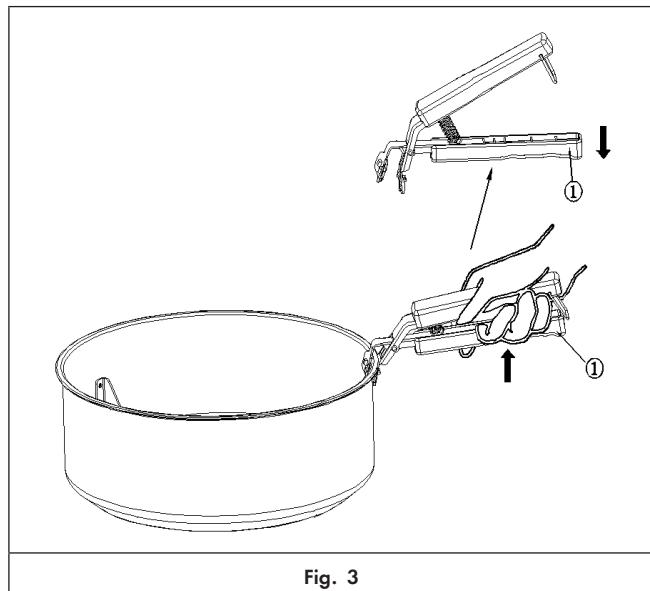

Fig. 3
3. Sollevare la parte inferiore della maniglia (1) e non rilasciarla. Assicurarsi che il manico sia saldamente fissato alla pentola. Ora è possibile sollevare il vaso (Fig. 3).
4. Se si desidera rimuovere il manico dalla pentola, rilasciare la pressione delle dita sulla parte inferiore del manico (1). Ora è possibile rimuovere la maniglia dal vaso (Fig. 3).